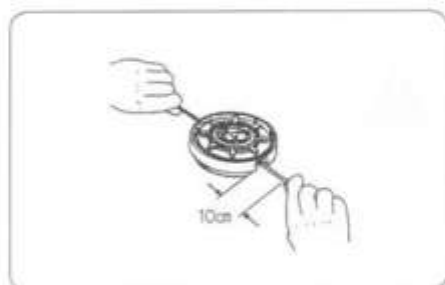

図15
⑥次にナイロンコードを引っ張り、側板の引っ掛け溝よりコードをはずします。コードの出寸法はコードの出口より約10cmです。切断するか、ナイロンコードリールを回して出寸法を調整してください。(図15)